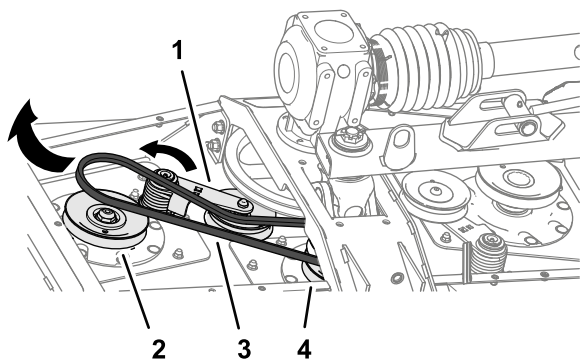

Bild 66
3. Drehen Sie den Riemenspanner für den kurzen Riemen mit einer Brechstange oder ähnlichem Werkzeug gegen den Uhrzeigersinn und ziehen Sie den Riemen von der Spandscheibe ab (Bild 66).